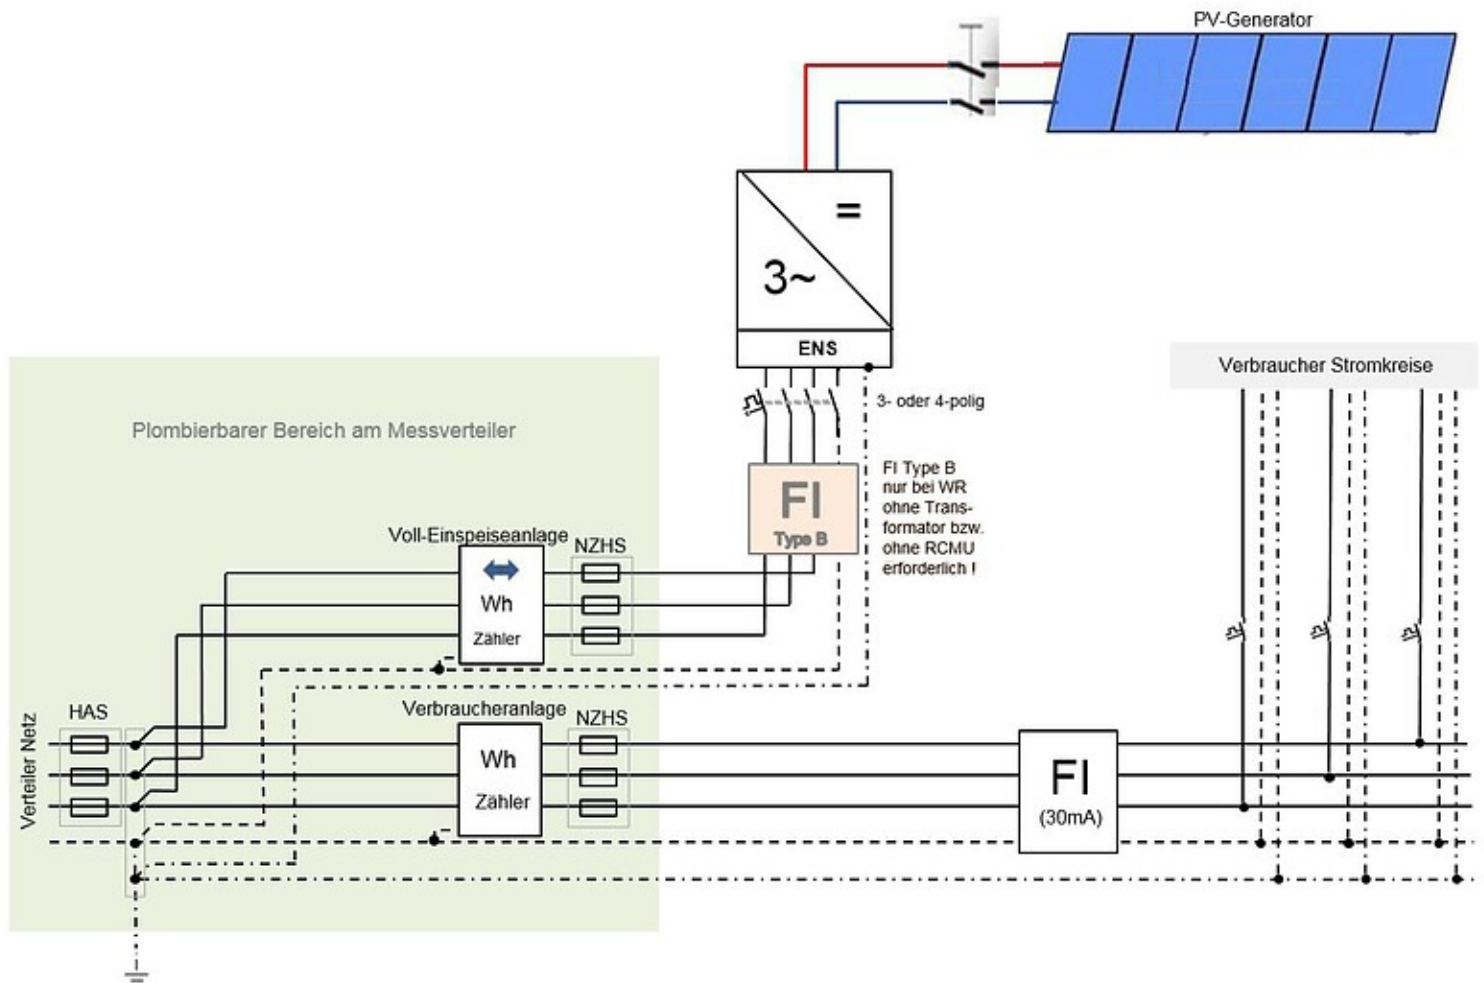

Abb. 1: Darstellung einer PV-Anlage <= 30 kVA Nennscheinleistung für Volleinspeisung im TN-System:
**Abb. 1: Beispielhaftes Blockschaltbild manuelle Umschaltung mit Schalter für einen Wechselrichter mit getrennten Ausgängen für Netzbetrieb und Ersatzbetrieb (Nennscheinleistung <= 30 kVA)**